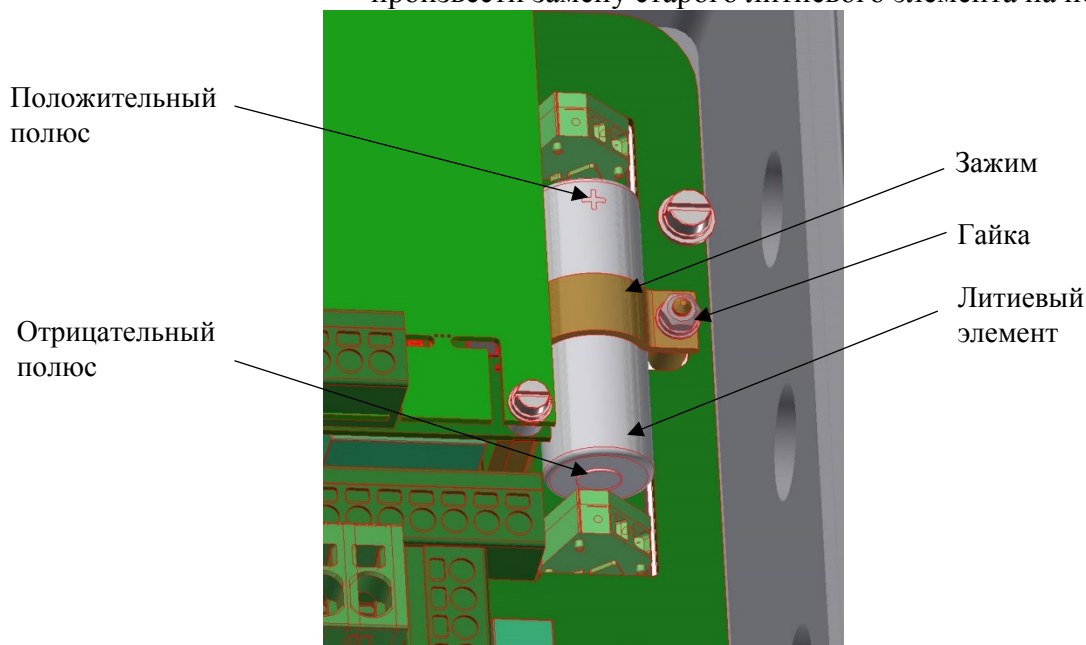

Рисунок 33
- открутить гайку, которая удерживает зажим (Рис. 33);